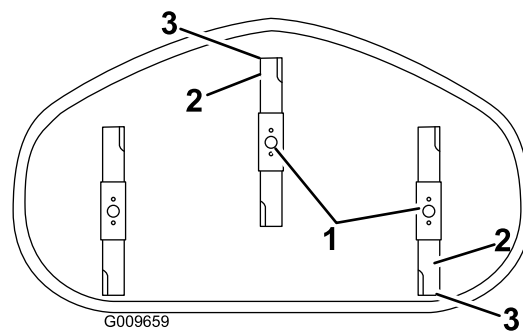

Figure 49
4. Faites pivoter les lames avec précaution pour faire passer les pointes avant à l'arrière (Figure 49).
5. Mesurez la distance entre la pointe de la lame avant et la pointe de la lame arrière par rapport à la surface plane (Figure 49). Si la pointe avant de la lame n'est pas de 1,6 à 7,9 mm (1/16 à 5/16") plus basse que la pointe arrière, réglez le contre-écrou avant.
lame soit de 1,6 à 7,9 mm (1/16 à 5/16 po) plus bas que la pointe arrière (Figure 49).